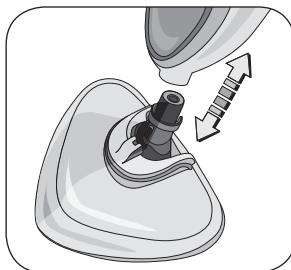
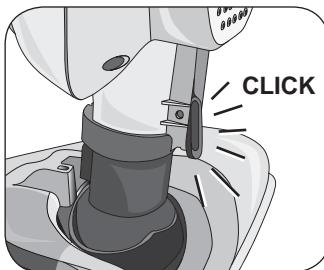

Fig. 2
Fig. 3
Bevestig de behuizing van het apparaat (F) aan de stoomkop (Fig 2). U hoort een klik als hij goed is gemonteerd (Fig 3).